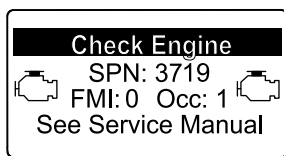

Figura 55
- Avvertenza motore SPN 3719, FMI 0 (Figura 55)